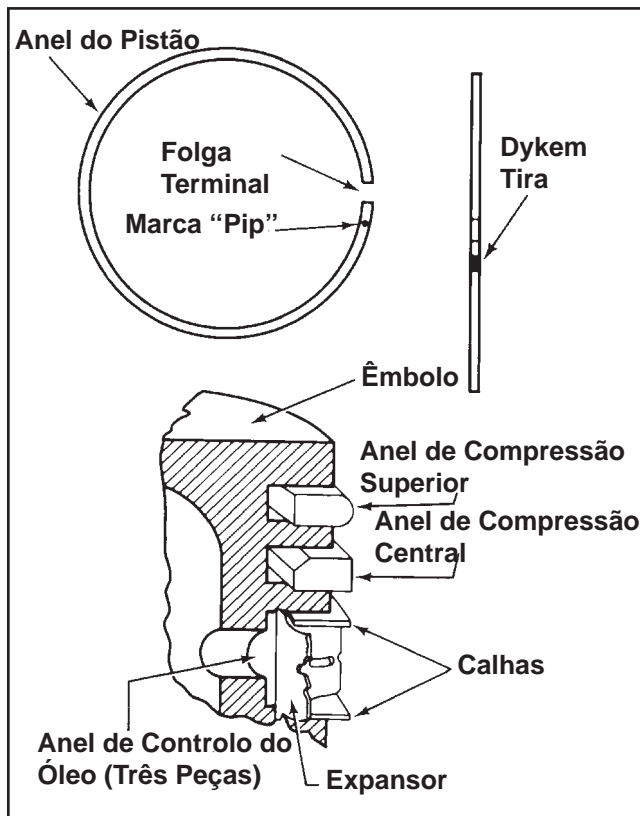

Figura 10-8. Instalação do Anel do Êmbolo.
**NOTA:** É necessário instalar os anéis correctamente. Geralmente, os conjuntos de anéis novos incluem instruções de instalação. Siga as instruções atentamente. Utilize um expansor do anel do êmbolo para instalar os anéis. Instale primeiro o anel do fundo (controlo do óleo) e por último o anel de compressão superior. Consulte a Figura 10-8.